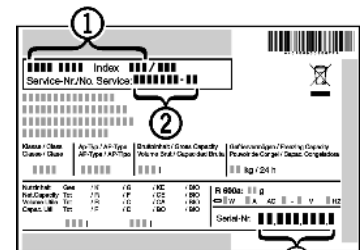

Fig. 17
- ▶ Наименование устройства *Fig. 17 (1)*, сервисный № *Fig. 17 (2)* и серийный № *Fig. 17 (3)* считайте с заводской таблички. Заводская табличка находится внутри устройства слева.
- ▶ Обратитесь в сервисную службу и сообщите вид неисправности, наименование устройства *Fig. 17 (1)*, сервисный № *Fig. 17 (2)* и серийный № *Fig. 17 (3)*.